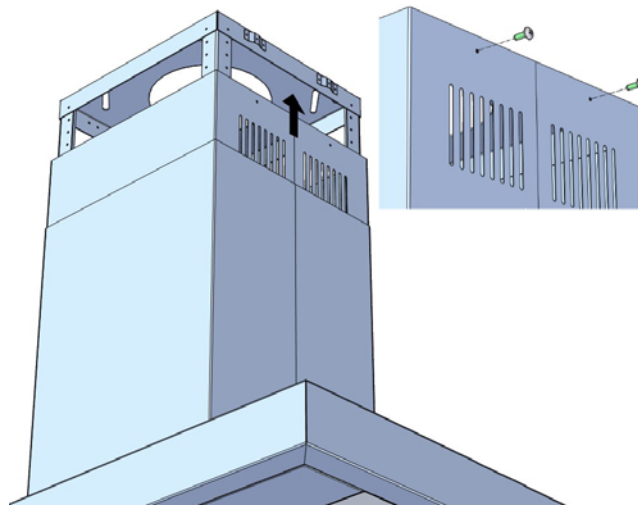

Abb. 8
- ⤴ Heben Sie die Haube an die Decke und befestigen Sie die Trägerstreben an der Deckenplatte (Abb.8). **Achtung die Haube ist sehr schwer!**
- ⤴ Jede Trägerstrebe sollte mit min. 2 Schrauben an der Deckenplatte befestigt werden. Achten Sie darauf, dass die Trägerstreben innen an die Deckenplatte geschraubt werden und nicht außen (Abb.8)
- ⤴ Befestigen Sie nun den oberen teleskopierbaren Kamin an die Deckenplatte mit den mitgelieferten Schrauben (Abb.8).
Tastenbelegung der Fernbedienung (Abb. 8)